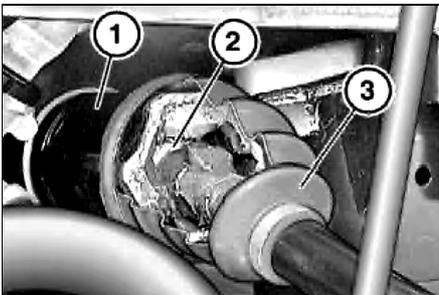

Рис. 14.35. Трипод.
Внимание: при отсоединении поворотной опоры от амортизационной стойки трипод (2, рис.14.35) может выпасть из стакана (1) и упасть в чехол (3).